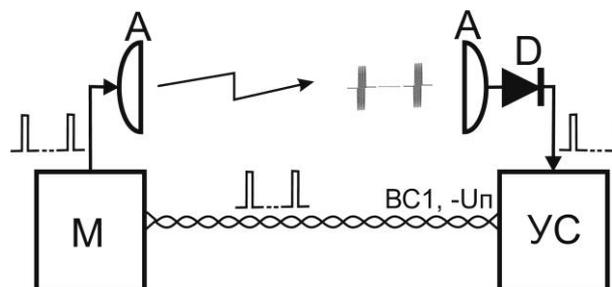

Рис. 6.7
6.2.4.4 При синхронизации по выделенным проводам (ВС1, -Уп, см. рис. 6.7), узел синхронизации УС (БПРМ) посылает в модулятор М (БПРД) управляющие импульсы с периодом, выбираемым по случайному закону, во время которых антенна А (БПРД), под управлением модулятора М, излучает в направлении антенны А (БПРМ) радиоим-